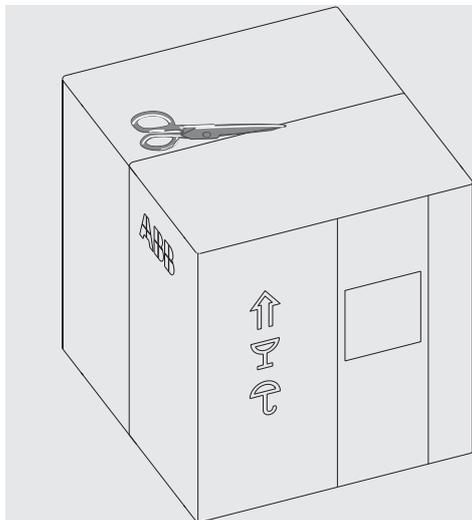
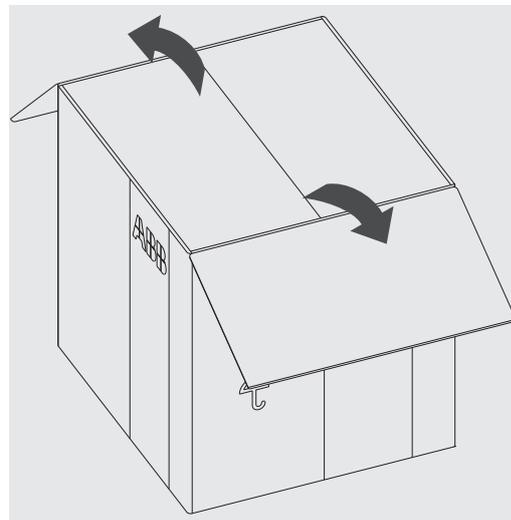

Abbildung 5
Abbildung 6
1. Das Band durchschneiden, das den Karton versiegelt. Siehe Abbildung 5 und Abbildung 6.